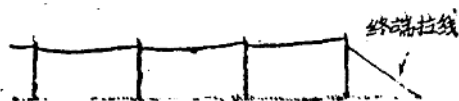

图20
(4) 终端拉线: 终端杆的拉线位置应在线条的反侧, 如图20所示。